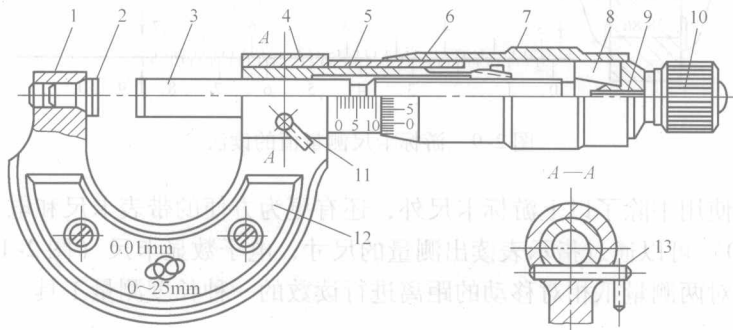

图 2-14 千分尺结构
(1) 千分尺的结构 千分尺是一种以螺杆作运动零件进行长度测量的量具。常用的千分尺为外径千分尺（图 2-14），其规格按测量范围分：0～25mm、25～50mm、50～75mm、75～100mm、100～125mm 等。使用时可按被测工件的尺寸选用。